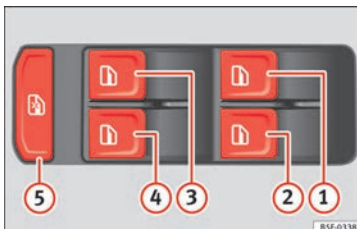

Fig. 97 Pormenor da porta do condutor: comandos para os vidros dianteiros (veículo de 5 portas com vidros elétricos dianteiros e traseiros).
Os botões » **Fig. 97** ①, ②, ④ e ⑤ têm duas posições para a abertura e outras duas para o fecho dos vidros. É assim mais fácil controlar a abertura e o fecho.